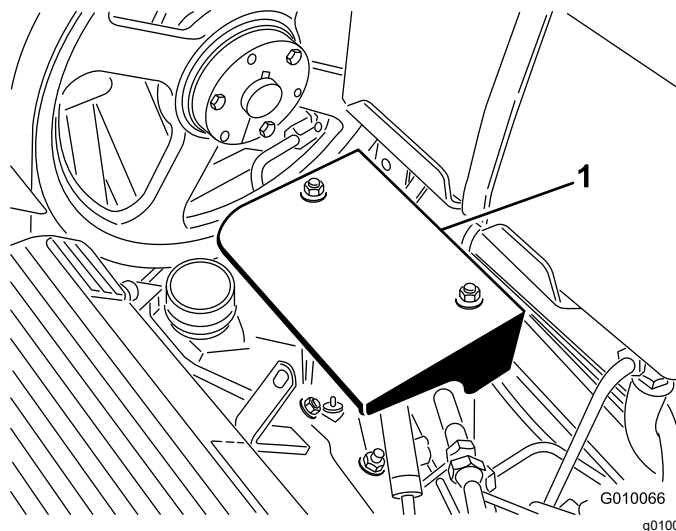

Figura 58
- Îndepărtați cele 2 piulițe pentru montarea scutului pompei și îndepărtați scutul (Figura 58).